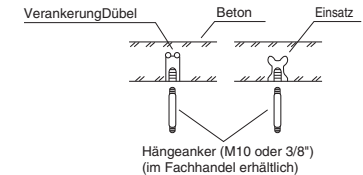

Abb. 3-17
- (1) Die Löcher in der Decke den Abbildungen gemäß herstellen.
- (2) Je nach Art der Decke:
- Die Hängeanker einsetzen, wie in Abb. 3-17 gezeigt